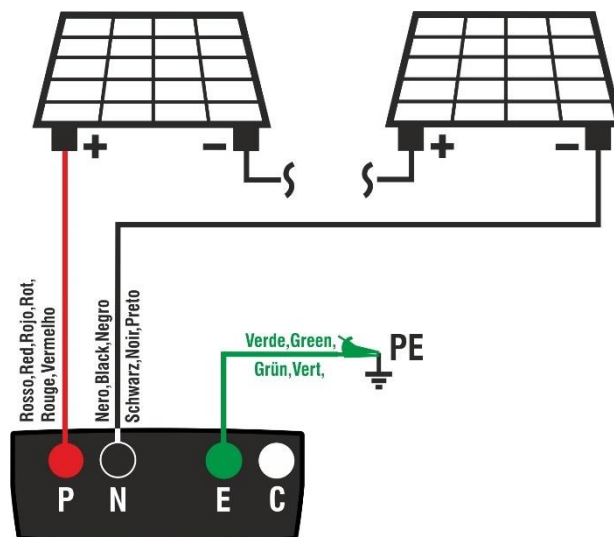

Fig. 9: Conexión instrumento para medida de aislamiento de forma GFL
- Conecte el instrumento al string FV en pruebas como se muestra en Fig. 9. Se recuerda que es necesario separar también eventuales descargadores conectados a los cables del string y que es aconsejable realizar la medida aguas arriba de eventuales diodos de bloqueo